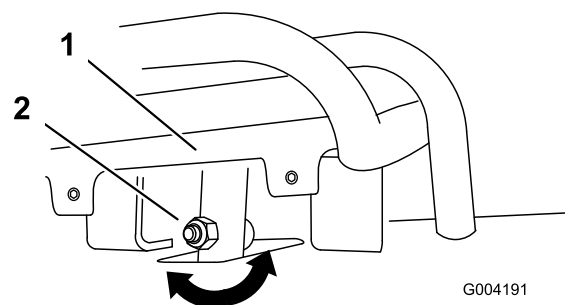
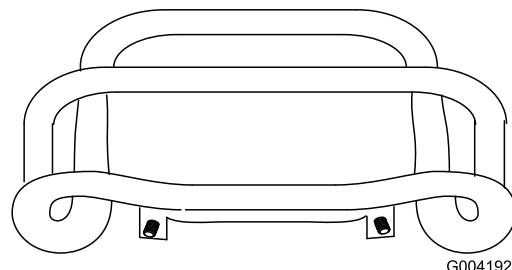

Figura 53
Figura 54
alla barra di riferimento, allentate il dado e imbullonate lo stelo del comando della trazione (Figura 53).
5. Regolate il comando della trazione in modo che rimanga a filo con la barra di riferimento quando viene tirato all'indietro (Figura 53 e Figura 54).
- C. Allentate il dado flangiato e il bullone nello stelo del comando della trazione (Figura 53).
- I. Regolate il comando della trazione in modo che rimanga a filo con la barra di riferimento quando viene tirato all'indietro (Figura 53 e Figura 54).